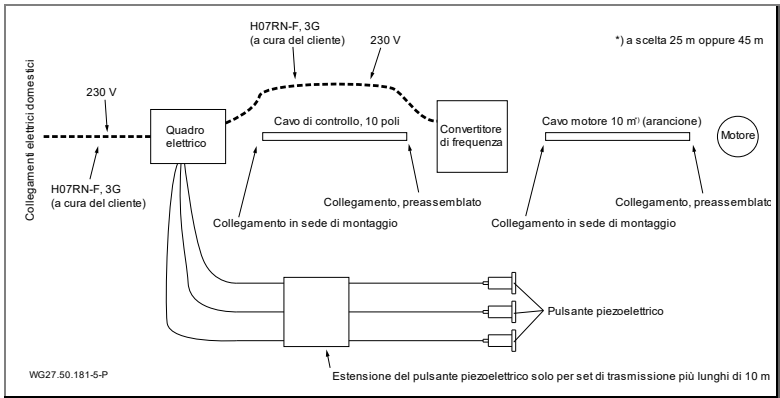

Fig. 18
14. Cablare i fili per il PTC (marrone o nero (BR1)/bianco (BR2)) in base allo schema elettrico. Vedere "Fig. 18" a pagina 37.